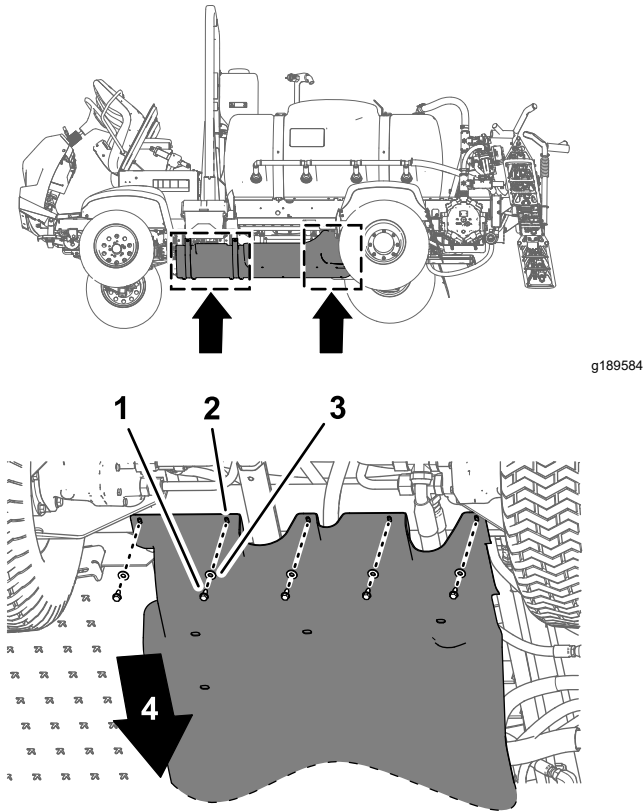
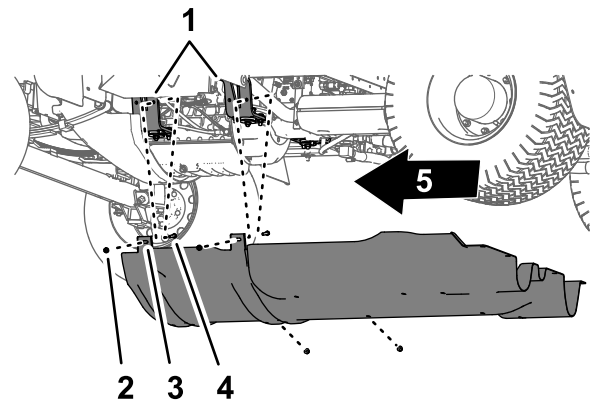

图 67
图 68
1. 拆下将起落架保护罩后部固定至机器底盘上的 5 个凸缘头螺栓 5/16 x 7/8 英寸和 7 个垫圈 5/16 英寸 图 67。
2. 从将起落架保护罩安装凸耳固定至机器发动机安装支架上的螺栓和起落架螺栓拧下 4 个凸缘锁紧螺母 5/16 英寸 图 68。
4. 从机器上拆下底盘保护罩 图 67 和 图 68。
1. 将起落架保护罩与机器的底部机箱对齐请参阅 拆下底盘保护罩 \(页码 43\) 的 图 68。
2. 将起落架保护罩的安装凸耳滑动到机器发动机安装支架上的螺栓和托架螺栓上方请参阅 拆下底盘保护罩 \(页码 43\) 中的 图 68。
3. 使用在 拆下底盘保护罩 \(页码 43\) 的步骤 2 中卸下的 4 个凸缘锁紧螺母 5/16 英寸将起落架保护罩安装到发动机安装支架上 图 68。
4. 将起落架保护罩后部的孔与机箱上的孔对齐请参阅 拆下底盘保护罩 \(页码 43\) 中的 图 67。
5. 使用在 拆下底盘保护罩 \(页码 43\) 的步骤 1 中卸下的 5 个凸缘头螺栓 5/16 x 7/8 英寸和 5 个垫圈 5/16 英寸将起落架保护罩的后部安装到机箱上 图 67。